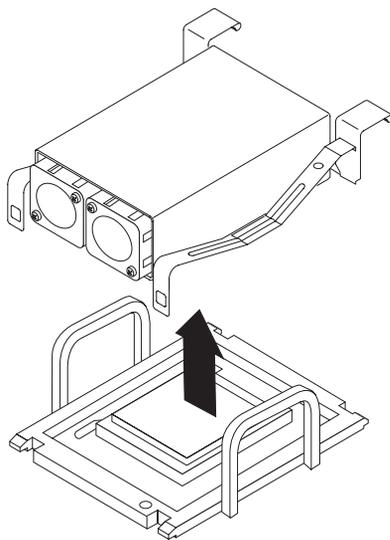

图 3-32 将散热器从 CPU 插槽中提起
- 如果散热器在散热器紧固件解除锁定后可以移动, 请小心地卸下散热器。请参见图 3-32。